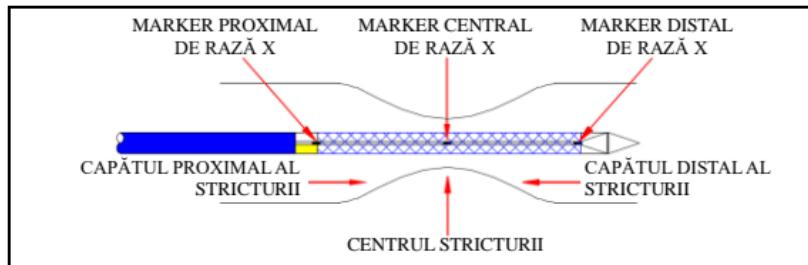

Figura 4
- Atunci când markerul central de raze X ajunge în centrul stricturii ţintă, continuați să trageți înapoi conectorul în formă de până când stentul este complet instalat. (A se vedea Figura 4, 5)
- Atunci când markerul central de raze X ajunge în centrul stricturii ţintă, continuați să înațiați către conector până când stentul este complet instalat. (A se vede Figura 4, 6)